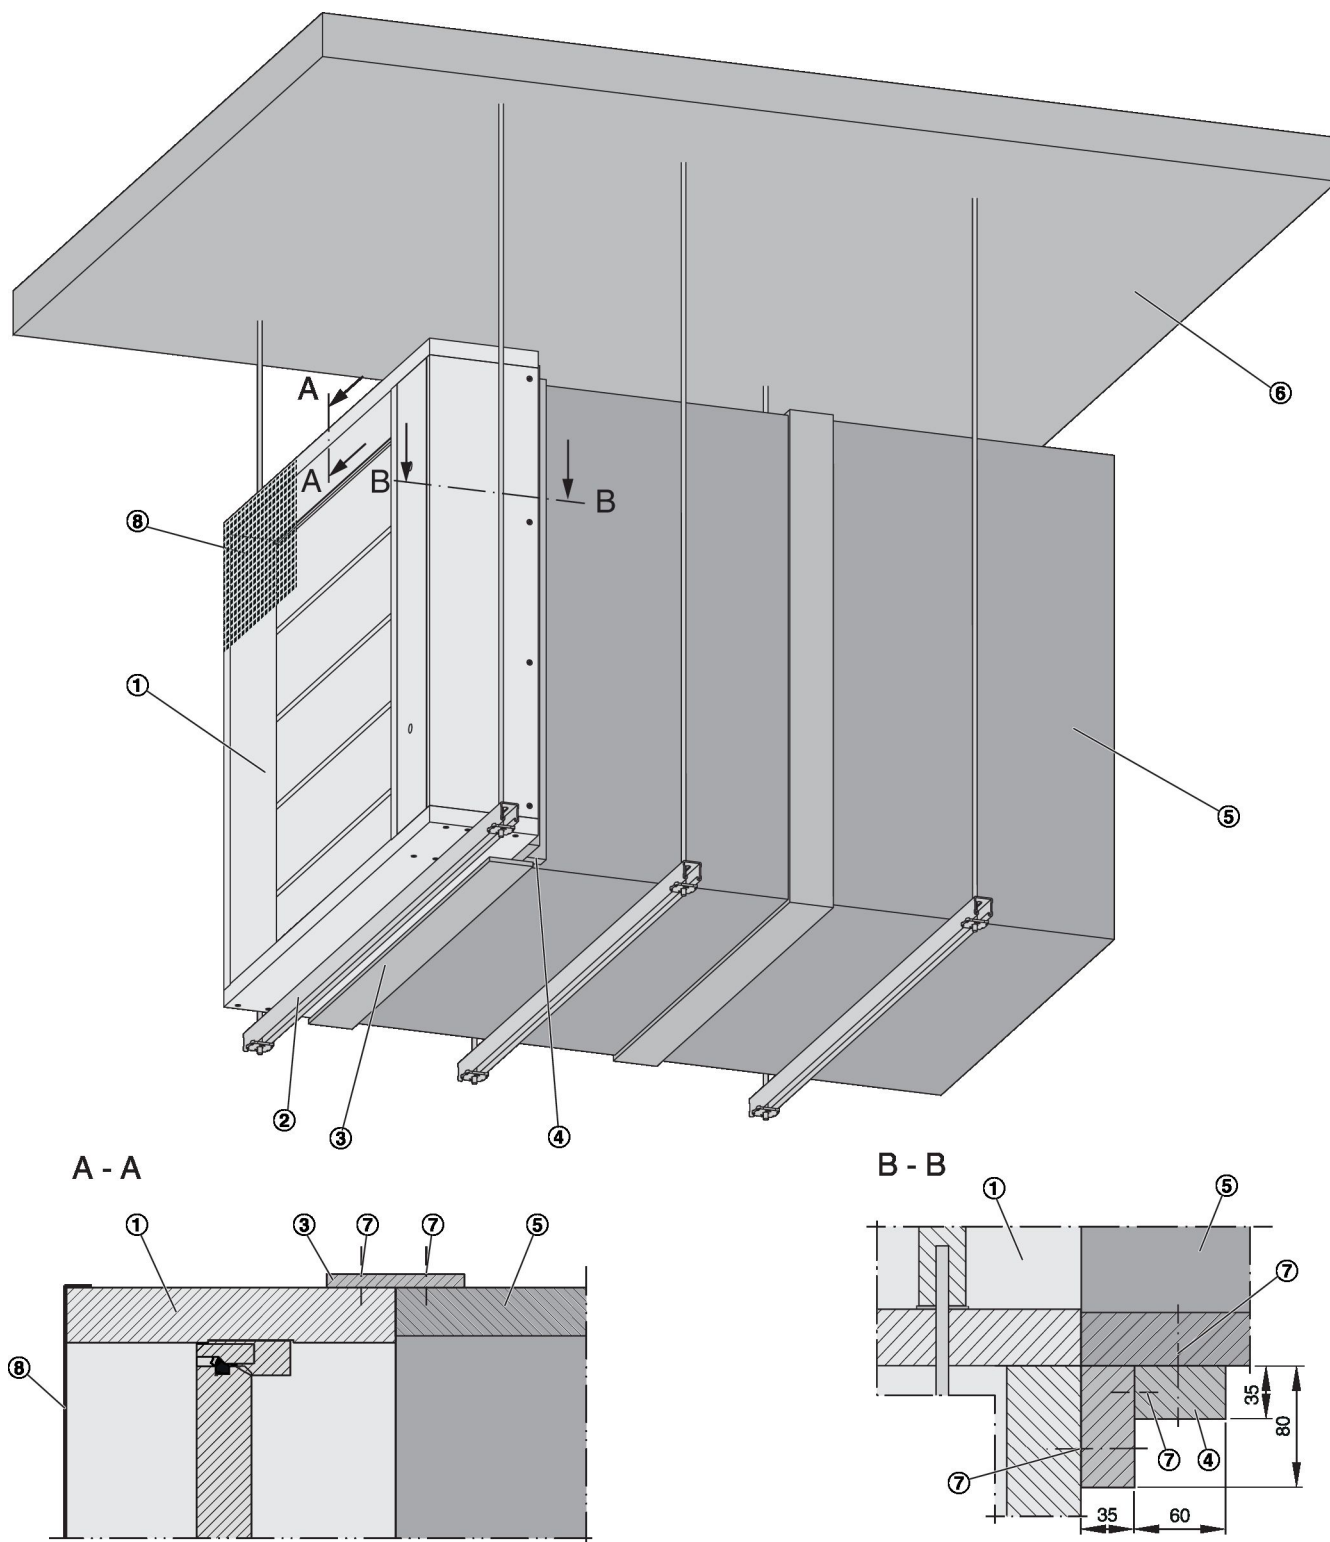

Abb. 14: Einbau am Ende einer horizontalen Entrauchungsleitung
3. ▶ Zwischen Antriebskapselung und Entrauchungsleitung einen Riegel (Abb. 14/4) anbringen.
4. ▶ Verbindung (Verbindungsstreifen) (Abb. 14/3) zwischen Entrauchungsleitung und Entrauchungsklappe herstellen ↪ 6 „*Entrauchungsleitung anschließen*“ auf Seite 31.